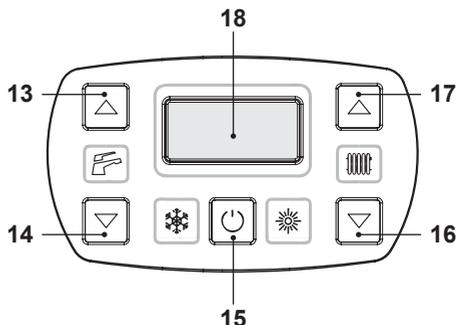
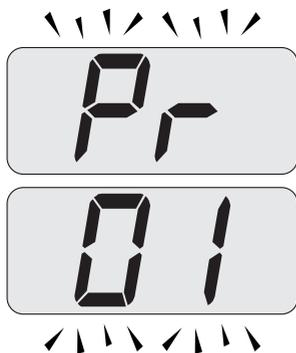
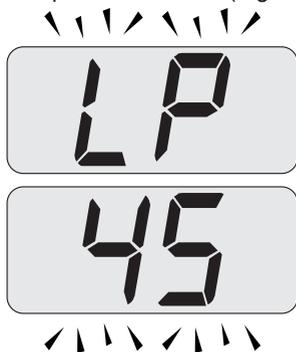

Figura 7.2
Figura 7.3
Figura 7.4
- Entrare in "modalità programmazione" premendo contemporaneamente per 10 secondi i tasti 15 - 16 - 17 (Figura 7.2) fino a far apparire sul display LCD le lettere **Pr** che si alternano con il codice **01**, indicanti l'entrata nel "parametro 01" (Figura 7.3).
- Premere contemporaneamente i tasti 16 e 17 (Figura 7.2) fino a far apparire sul display LCD le lettere **LP** che si alternano con il valore di temperatura dell'acqua di riscaldamento (es. **45**), indicanti l'entrata nell'attivazione della "funzione spazzacamino" alla potenza minima (Figura 7.4).
- Premere il tasto 16 (Figura 7.2) fino a far apparire sul display LCD le lettere **LP** che si alternano con il valore di temperatura dell'acqua di riscaldamento (es. **60**), indicati l'entrata nell'attivazione della "funzione spazzacamino" alla potenza minima in sanitario (Figura 7.7).
- Spegner la caldaia tenendo premuto per 2 secondi il tasto 15 (Figura 7.2) fino a far